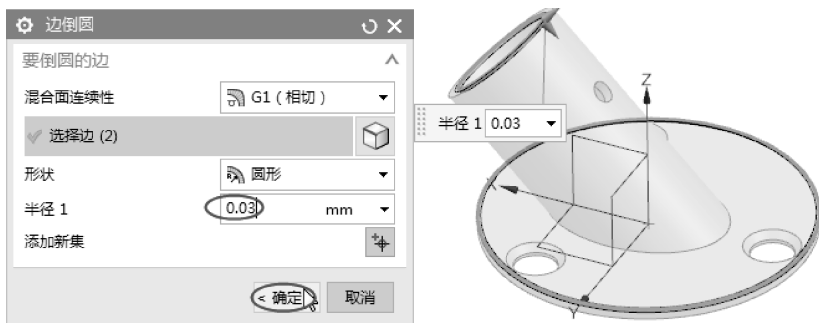

图3-85 选择边以倒圆角
- 03 首先在对话框的【要倒圆的边】选项区的【半径1】数值框中输入值0.03，然后选择底座上表面边缘和管身外端边缘作为倒圆边，如图3-85所示。单击【确定】按钮，完成圆角操作。